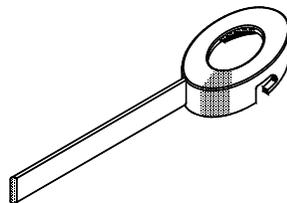

图9 - 废料件
- C 机器带有刮片 (图9)，建议将其与刀片 DF 1-2-3-5, DTV, DT 2-3-7-9, DQ4一起使用。在放置其它刀片之前，该刮片必须安置在刀片支撑上。然后按“A”中所示的步骤安装其它刀片。
废料排出件: 由AISI 304钢制成, 并和刀片支撑一起安装。方便排出已经切割的产品。可能只需要用于刀片DTV, DT2 - 3 - 4 - 7 - 9, DF1 - 2 - 3 - 4 (图9)